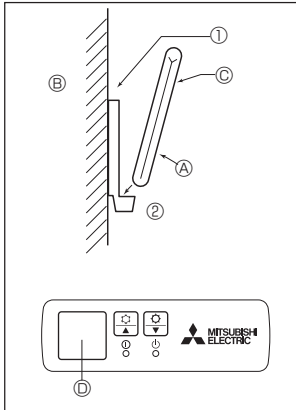

Fig. 6-2
2) Aufstellverfahren (Fig. 6-2)
- ① Die Halter der Fernbedienung mit zwei Blechschrauben am gewünschten Ort anbringen.
- ② Die Unterseite der Fernbedienung in den Halter einsetzen.